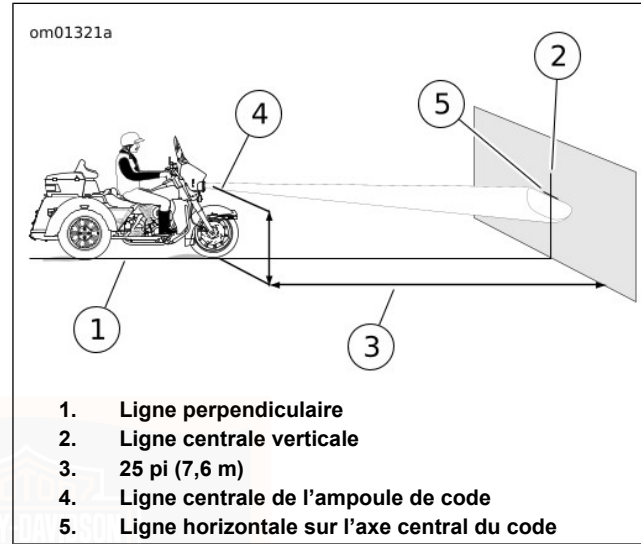
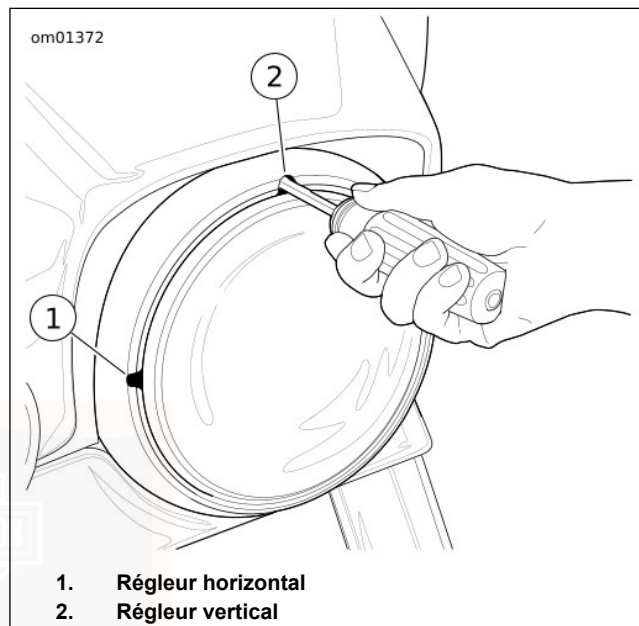

Figure 76. Alignement du phare : DÉL
Figure 77. Régleurs du phare : Tous sauf carénage monté sur cadre (typique)
4. Voir Figure 76. Garer la moto sur une ligne perpendiculaire (1) au mur.
6. Tracer une ligne verticale (2) sur le mur.
7. Avec la moto chargée, orienter la roue avant tout droit vers le mur. Mesurer la distance (4) entre le sol et le centre de l'ampoule de code.
8. Voir Figure 76. Tracer une ligne horizontale (5) croisant la ligne verticale au niveau de la ligne centrale du code.
9. Voir Figure 76. Vérifier l'alignement du phare. Voir Figure 76. Le phare est aligné lorsque le sommet de la tache brillante du faisceau lumineux est situé comme indiqué avec le phare réglé sur le code.
2. Voir Figure 77. Introduire une clé hexagonale à extrémité sphérique de 5/32 dans les fentes de réglage de l'anneau de garniture.
- a. **Horizontal** : Tourner la vis de réglage horizontal (1) pour ajuster le faisceau lumineux à gauche et à droite.
- b. **Vertical** : Tourner la vis de réglage vertical (2) pour ajuster le faisceau lumineux vers le haut et vers le bas.
3. Voir Figure 76. Ajuster le phare pour centrer le faisceau lumineux comme indiqué.